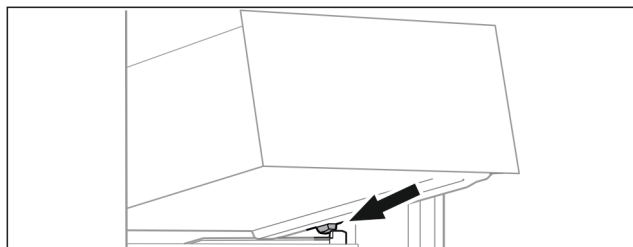

Fig. 85
- Schubfach schräg hinter den Stoppern auf Behälterrippe aufsetzen. (siehe Fig. 85)